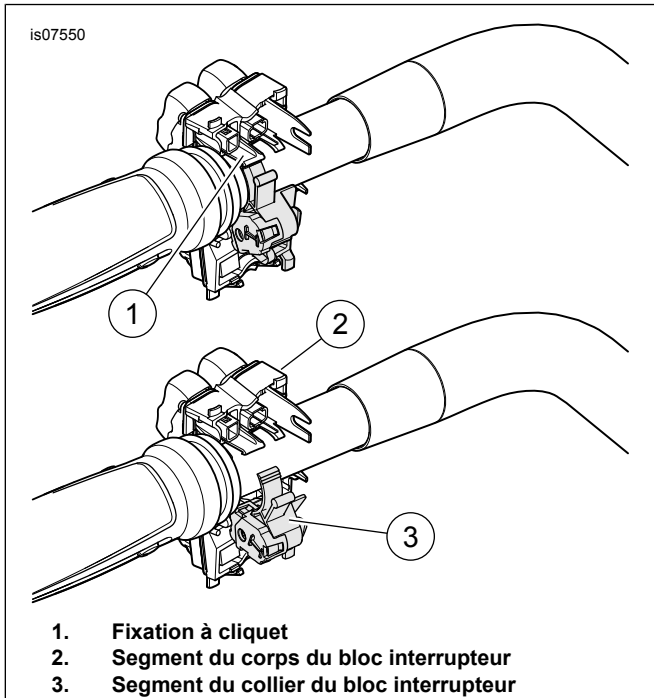

Figure 1. Retrait du bloc interrupteur des commandes manuelles
- e. Consultez Figure 1 . Tirez sur la fixation à cliquet (1). Tournez les segments (2, 3) du bloc interrupteur séparément.